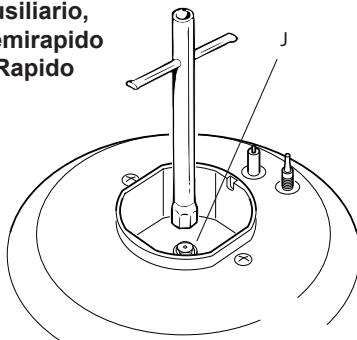

Fig. 2.2a
- Con una chiave fissa sostituire gli ugelli "J" (fig. 2.2a, 2.2b, 2.2c) con quelli idonei per il gas da utilizzare.